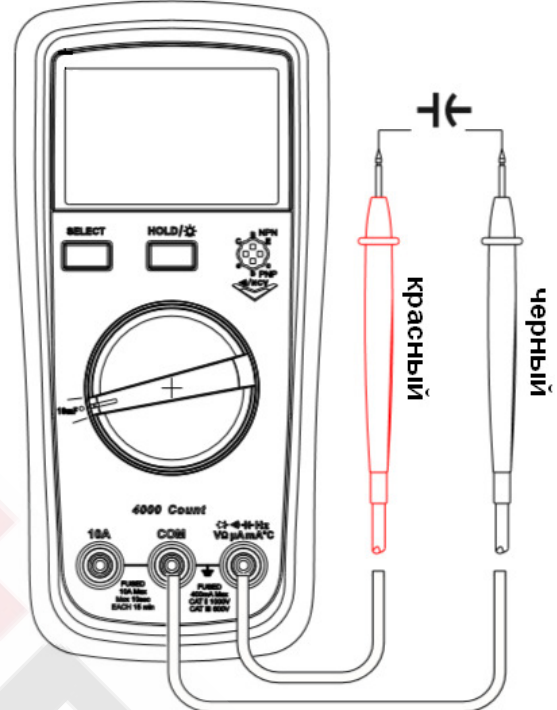

Рисунок 4
9.6. Измерение емкости (см. рисунок 4)